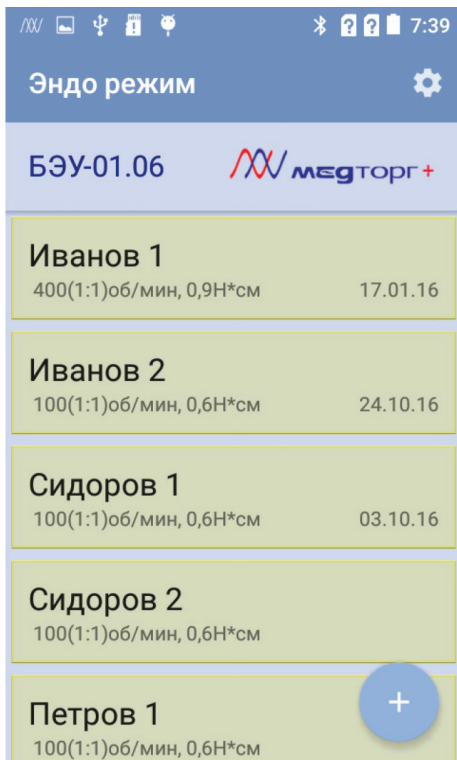

Рис.8. Начальный экран эндо режима.
3. На экране смартфона появляется экран с надписью в левом верхнем углу «Эндо режим» в правом верхнем углу «шестеренка» (), а внизу перечень сохраненных в памяти смартфона программ с указанием имени программы и основных ее параметров - скорости вращения инструмента, в скобках - редукции наконечника и максимального момента вращения (торка) инструмента, Рис.8.
12. Для создания новой программы откройте окно с уже сохранёнными программами, Рис.8 и нажмите кнопку «+» в правом нижнем углу экрана. В появившемся окне задайте новое имя программы и нажмите ОК. Установите значения редукции, скорости вращения и момента (торка) и еще раз нажмите ОК. Программа сохранена в списке.